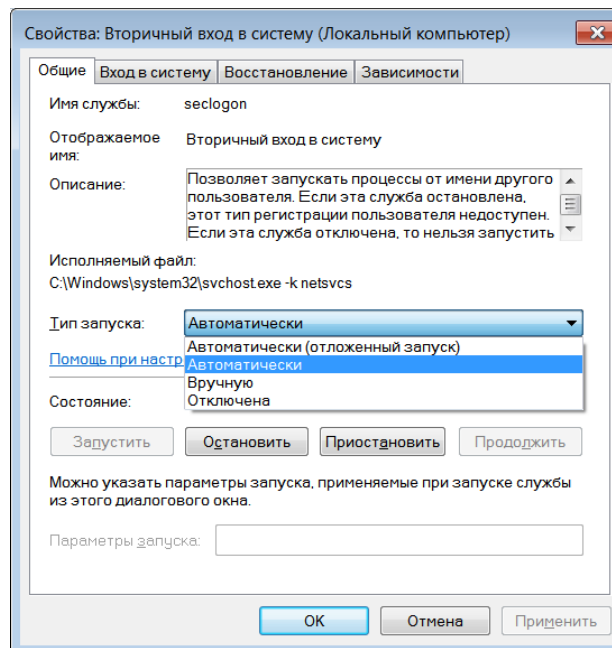

Рисунок 6.2 — Настройка автоматического запуска
3. В открывшемся окне *Свойства: вторичный вход в систему* в раскрывающемся списке *Тип запуска* выберите пункт *Автоматически* (см. рисунок 6.2) и нажмите кнопку *ОК*.